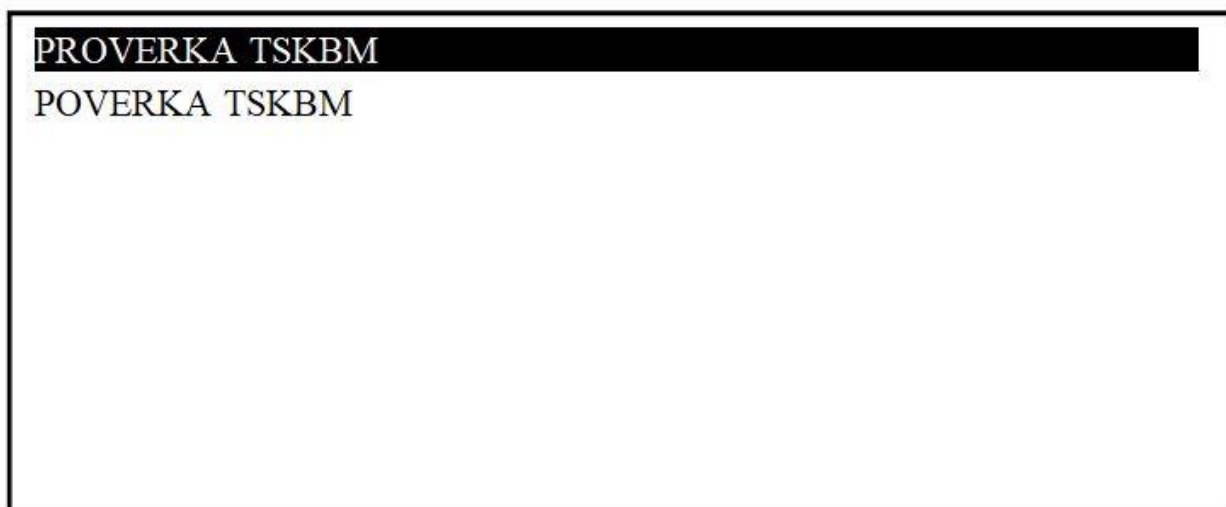

Рисунок 3.1.2.1 – Меню выбора дальнейшей загрузки
3.1.2.1 Включите электропитание по п.3.1.1.7. После включения электропитания происходит загрузка ПО компьютера. При этом в начале появится меню выбора дальнейшей загрузки (рисунок 3.1.2.1).